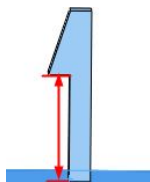

图 4-62 弹簧扣的实体高度
- (5) 【输入实体高度】：激活实体高度设定（位于弹簧扣数据下）。设定从在选择位置选择的实体到扣钩唇缘底部的弹簧扣高度，如图 4-62 所示。